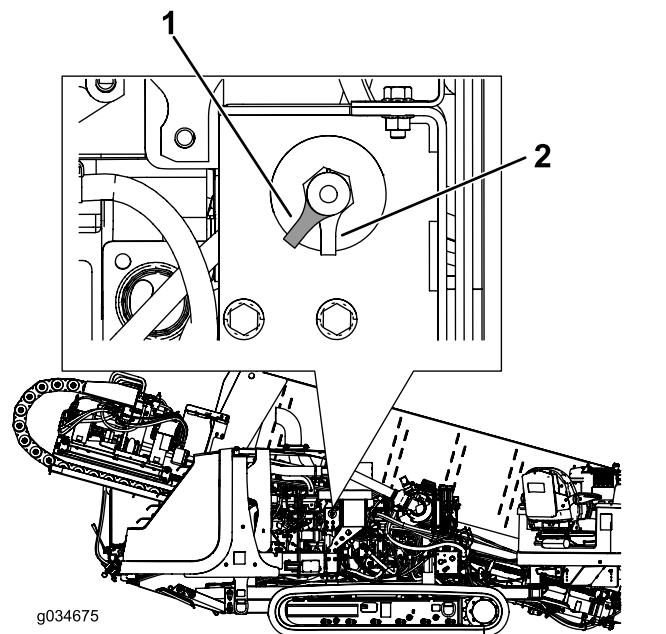

Bild 26
- Drehen Sie den TRENN-SCHALTER der Batterie nach rechts in die EIN-Stellung, um die Maschine mit Strom zu versorgen (Bild 26).
- Drehen Sie den TRENN-SCHALTER der Batterie nach links in die AUS-Stellung, um die Stromzufuhr zur Maschine zu unterbrechen (Bild 26).